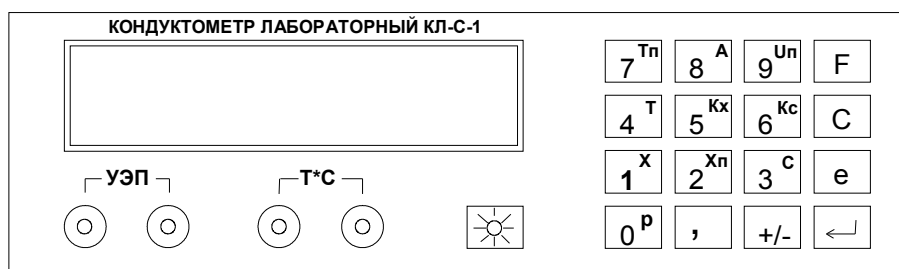

Рис.1
- 5.3. Управление режимами работы прибора осуществляется с клавиатуры в диалоговом режиме. Общий вид передней панели показан на рис. 1